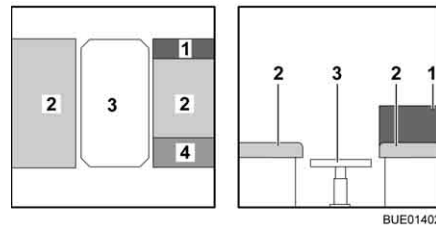

Fig. 122 Pendant la transformation
- Faire ressortir la rallonge de siège (Fig. 122,4).